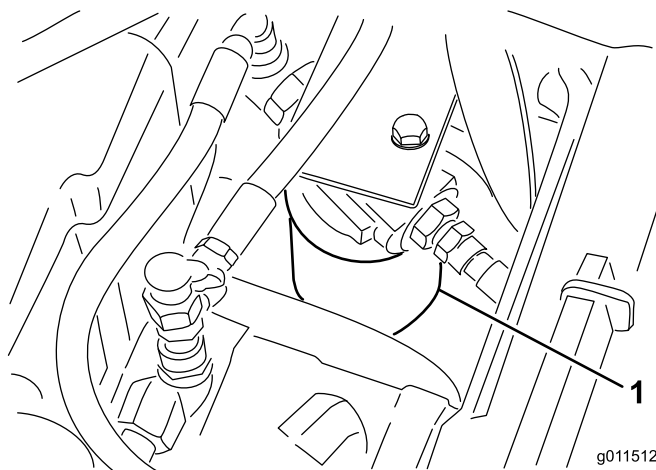

Figure 75
2. Nettoyez la zone autour de la surface de montage du filtre. Placez un bac de vidange sous le filtre et enlevez le filtre (Figure 75).